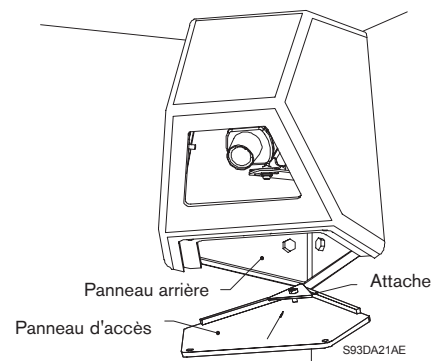

Figure 13 : insertion du panneau d'accès
4. **Tous modèles sauf LTC 9303/01 :** montez le panneau d'accès sur le boîtier en insérant l'attache dans le panneau arrière. Vissez, puis serrez les deux vis inviolables du capot à fond. Si l'arrière du panneau d'accès ne repose pas complètement sur son support, retirez le panneau d'accès puis baissez l'attache en la faisant tourner dans le sens des aiguilles d'une montre. Répétez l'opération jusqu'à ce que l'ensemble soit bien fixé. Voir figures 13 et 14.